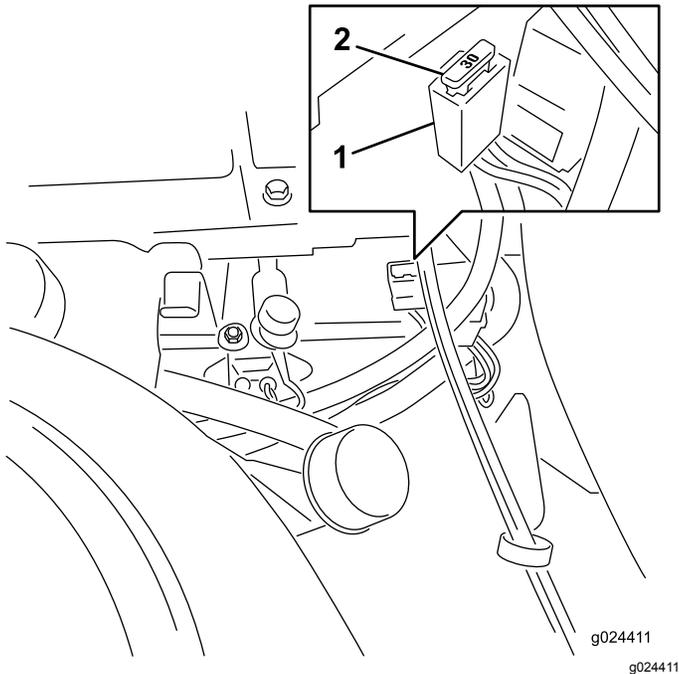

Figura 47
Nota: Los fusibles están situados en la consola de la derecha, junto al asiento (Figura 47).
1. Para cambiar el fusible principal, agarre el fusible y retírelo del bloque de fusibles en línea recta (Figura 47).
4. Alinee el fusible nuevo con la ranura del bloque de fusibles (Figura 47).
5. Inserte el fusible a presión en el bloque de fusibles hasta que esté correctamente asentado (Figura 47).